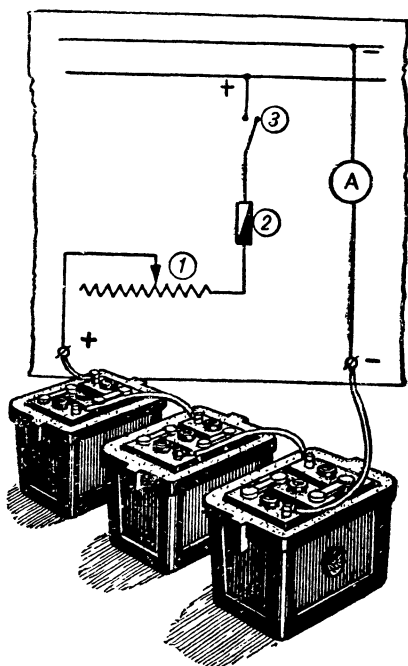

Рис. 20. Схема зарядки аккумуляторов: 1 — реостат; 2 — предохранитель; 3 — рубильник; А — амперметр.
5. Устанавливают силу зарядного тока и производят зарядку. На зарядных базах и в школах, где приходится заряжать большое количество аккумуляторов, применяют специальные зарядные щитки. Электрическая схема такого щитка показана на рис. 20.